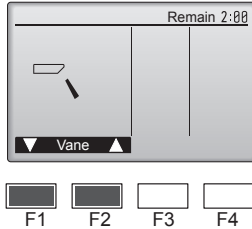

Fig. 7-4
- (2) Premere il pulsante [SCEGLI] per visualizzare lo schermo di funzionamento dei deflettori, quindi premere i pulsanti [F1] e [F2] per verificare il deflettore automatico. (Fig. 7-4)